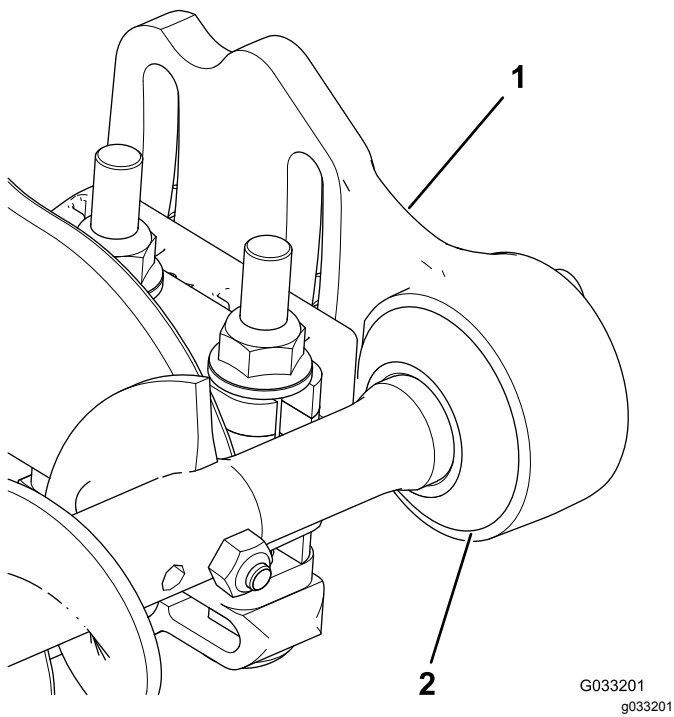

Figure 6
4. Faites glisser chaque joint d'étanchéité vers l'extérieur jusqu'à ce qu'il soit en léger contact avec chaque logement de roulement (Figure 6).